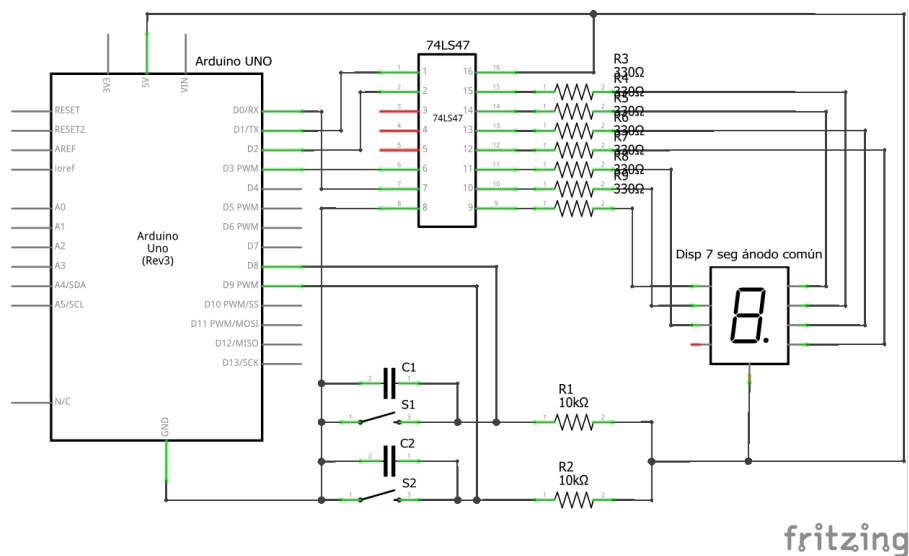

Figura 2: Circuito 2
5. Investigue el funcionamiento del circuito integrado 74LS47. Programe el mismo sistema utilizando el circuito que se muestra en la figura 2.